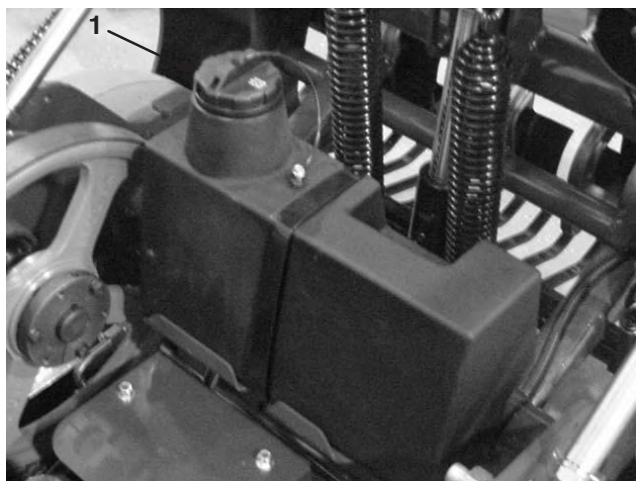

Figure 14
3. Nettoyez la surface autour du goulot de remplissage et du bouchon du réservoir hydraulique (Fig. 14). Retirez le bouchon du goulot de remplissage.